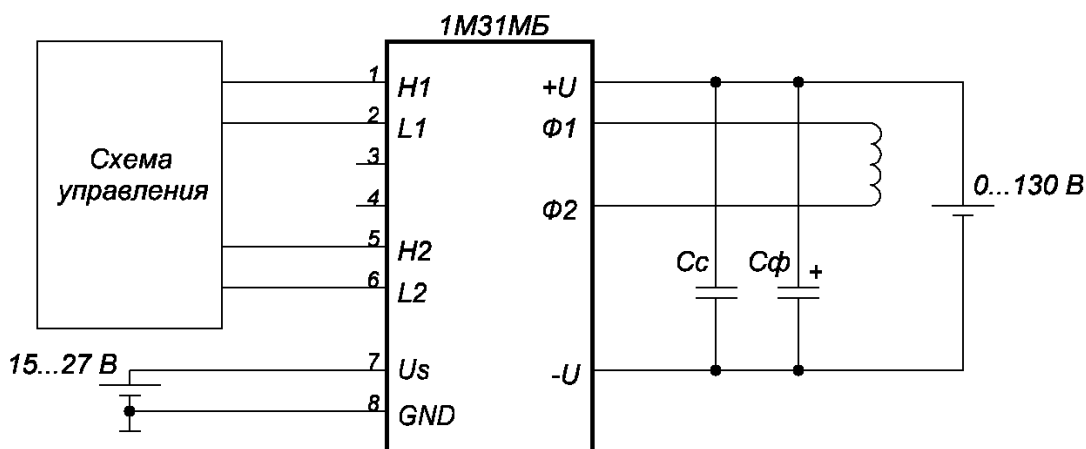

Рисунок 3.1 – Схема включения модуля
3.7 Выводы «+U» и «-U». Выводы подключения силового питания инвертора модуля. Между данными выводами в модуле установлен ограничитель напряжения «VDз» (см. рисунок 3.1) с номинальным пробивным напряжением 150 В. Для корректной работы модуля необходима установка непосредственно на выводы снабберного конденсатора «Сс» типа K73-17 ёмкостью 0,22 мкФ или 0,33 мкФ. На расстоянии не более 0,2 м через провод сечением не менее 3 мм2 рекомендуется установить конденсатор фильтра «Сф» ёмкостью не менее 470 мкФ.